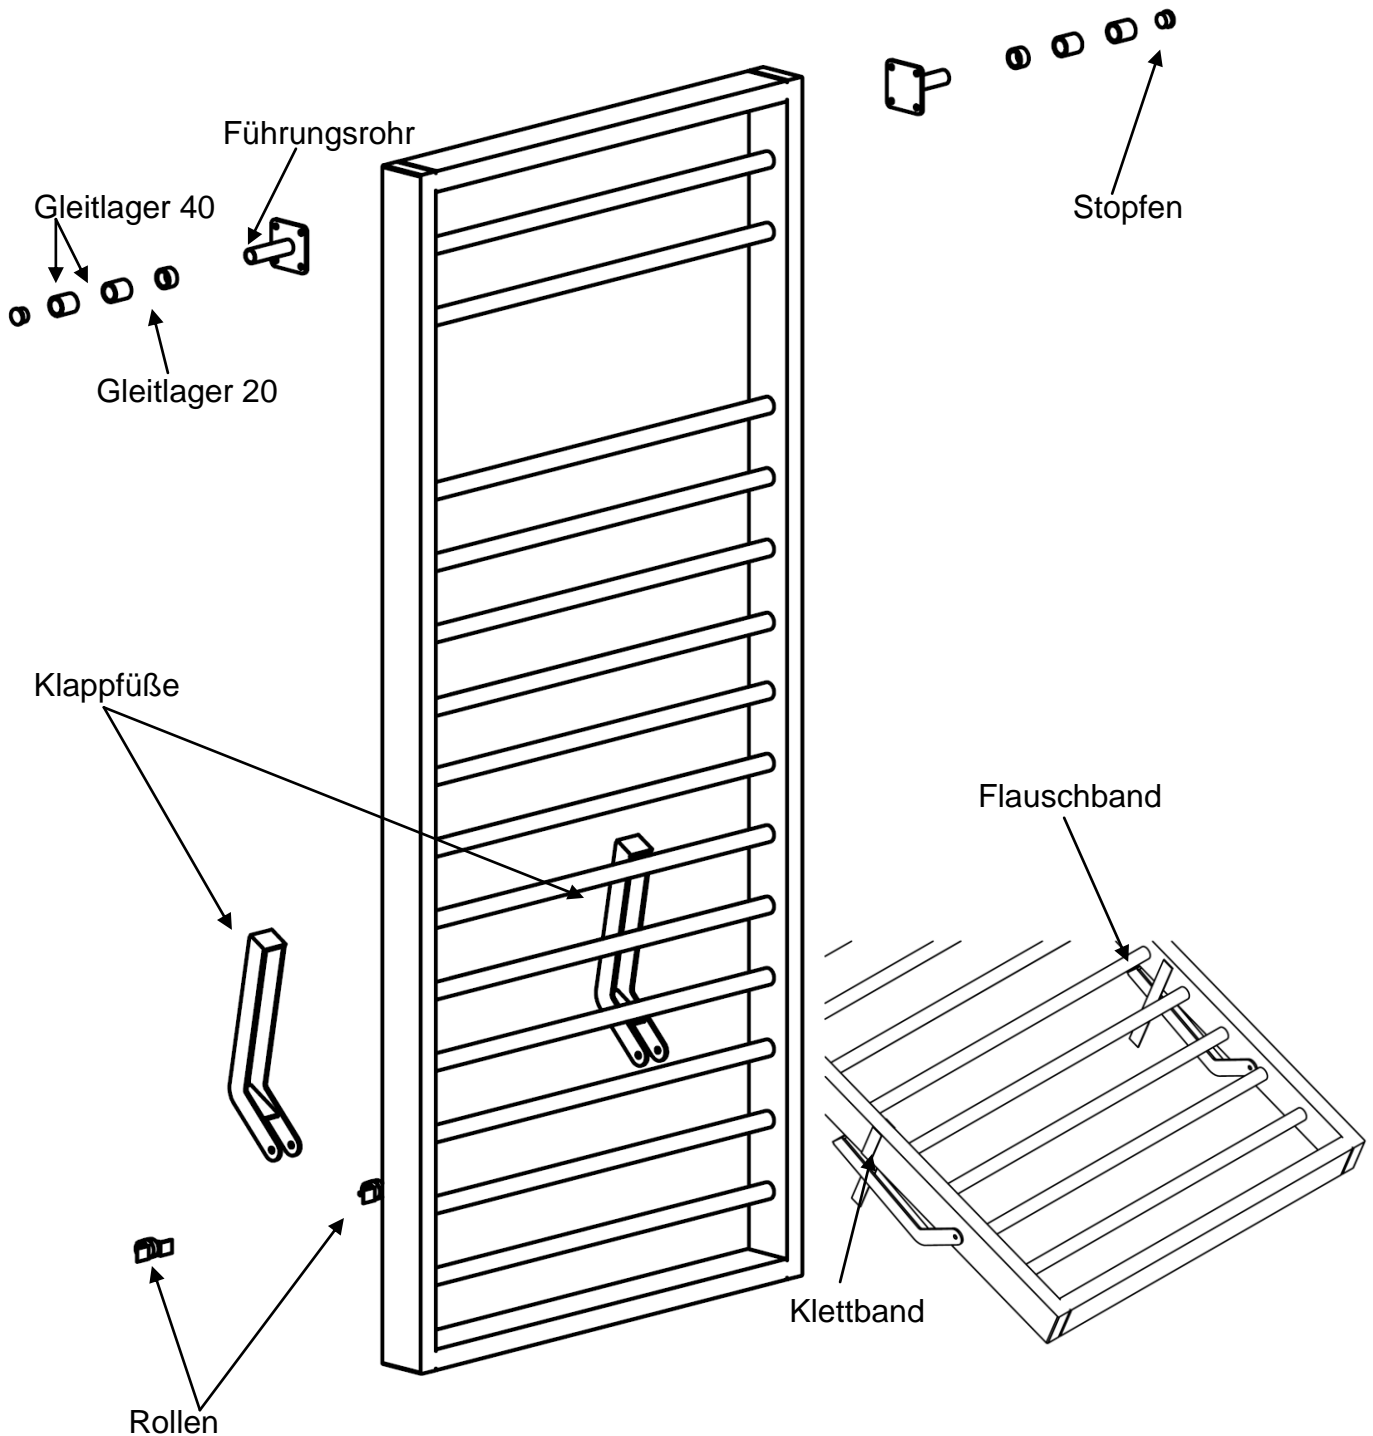

Abbildung 4: Montage der Kleinteile
Nachdem der Rahmen an der Wand montiert wurde kann nun mit der Vorbereitung der Sprossenwand begonnen werden. Der erste Schritt ist die Befestigung der Führungsrohre (4). Die Führungsrohre werden mittels Innensechskantschrauben, Scheiben und Federringe an die Sprossenwandwange geschraubt. Die entsprechenden Löcher wurden bereits vorgebohrt (siehe Abb. 4). Der zweite Schritt ist die Befestigung der Klappfüße (3), diese werden mit den Sechskantschrauben M10 x 60, den Stoppmuttern M10, den Beilegscheiben und den Unterlegscheiben an die unteren Enden der Sprossenwandwange geschraubt. Um eine Leichtgängigkeit der Füße zu gewährleisten, müssen die Beilegscheiben zwischen Wange und Fuß gelegt werden und die Muttern dürfen nur so fest gezogen werden das sich die Füße noch bewegen lassen. Um die Füße im eingeklappten Zustand zu sichern befestigen Sie bitte das Klettband (8) außen an der Wange und das Flauschband (9) an der Innenseite (siehe Abb. 4).
Nachdem der Rahmen der der Wand montiert und die Sprossenwand vorbereitet wurde kann nun die Sprossenwand eingehängt werden. Stecken Sie dazu die Handgriffe (1) in die obersten beiden Löcher. Anschließend werden Die Gleitlager wie in Abbildung 4 auf das Führungsrohr gesteckt, danach wird das Rohr mit dem Stopfen verschlossen. Jetzt kann die Sprossenwand mit den Führungsrohren von oben zwischen die Führungsbretter geschoben werden. Im Aufgestellten Zustand muss die Sprossenwand mit den Klett- und Flauschbändern gesichert werden.